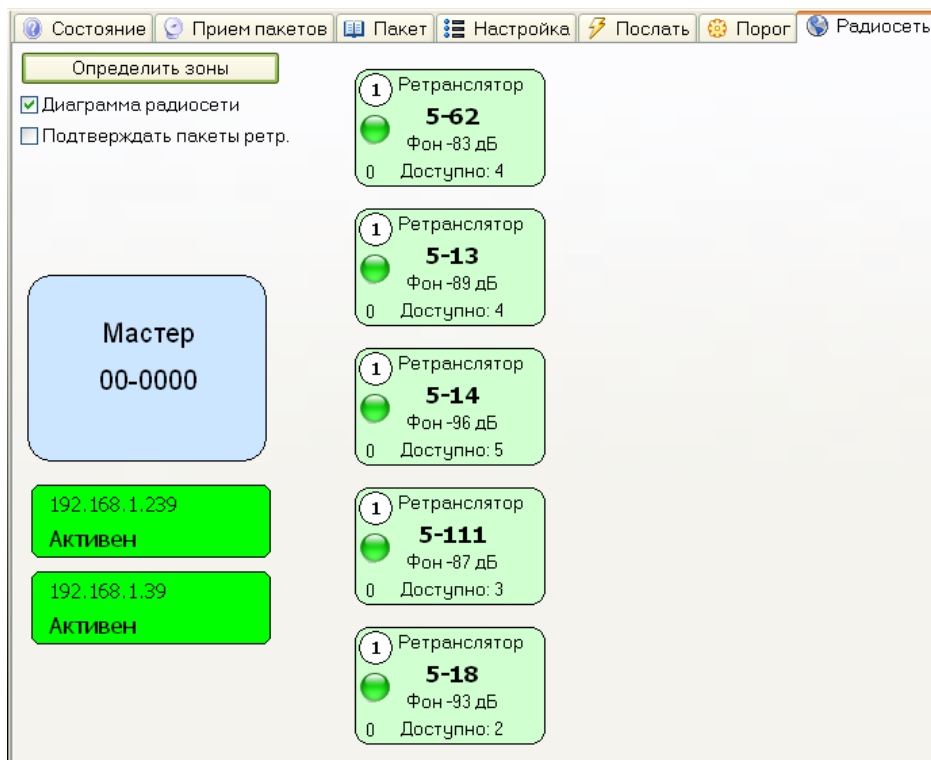

Рисунок 12 - Назначение зон ретрансляции
7) Выбрать вкладку «Радиосеть» и нажать на кнопку «Определить зоны» для автоматического построения сети ретрансляции и назначения каждому ретранслятору соответствующего номера зоны (рисунок 12).